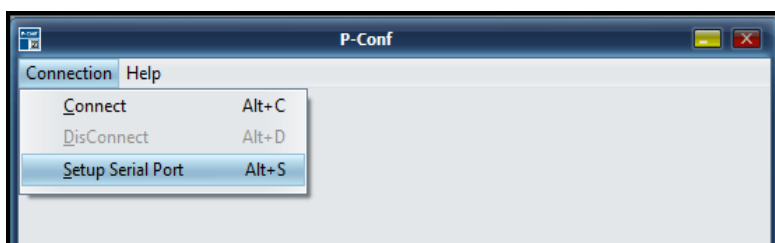
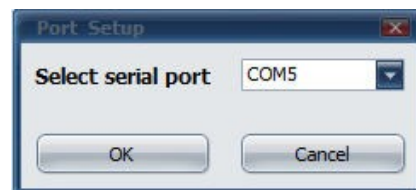

Рисунок 1 – Начальное окно программы «P-Conf»
Рисунок 2 – Диалоговое окно выбора порта
1) включить ПК и запустить программу «P-Conf», – откроется начальное окно с двумя вкладками (рисунок 1);
2) выбрать команду «**Connection ▶ Setup Serial Port**» (рисунок 1) и, открывшемся диалоговом окне, выбрать порт, к которому подключен Программатор (адаптер) PCON 200. Подтвердить выбор нажатием кнопки «OK» (рисунок 2);